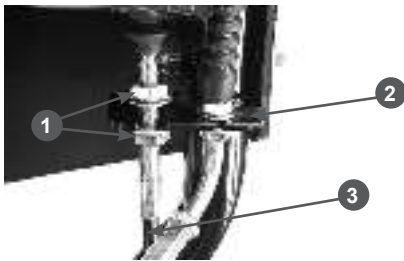

Рис. 10 Крепление оболочки троса включения хода
- закрепите оболочку троса в кронштейне на задней стороне панели, как показано на Рис. 10, и закрутите гайки, не затягивая их.
При необходимости, отрегулируйте трос с помощью гаек 1 (Рис. 10). После регулировки затяните гайки;